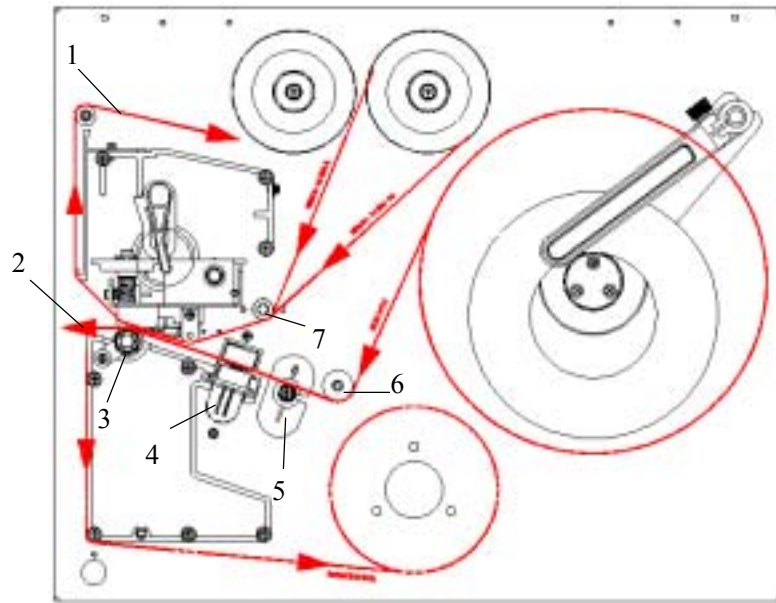

图 5
4. 如图 5 所示，根据碳带油墨面是内碳还是外碳，将碳带卷套入碳带供应轴，紧靠左端；
6. 按照图 5 所示路径将碳带从碳带导向杆下方穿过打印头模组；
4. 按照图 5 所示路径将标签从纸张导向杆下方及纸张探测器中间穿过打印头模组；